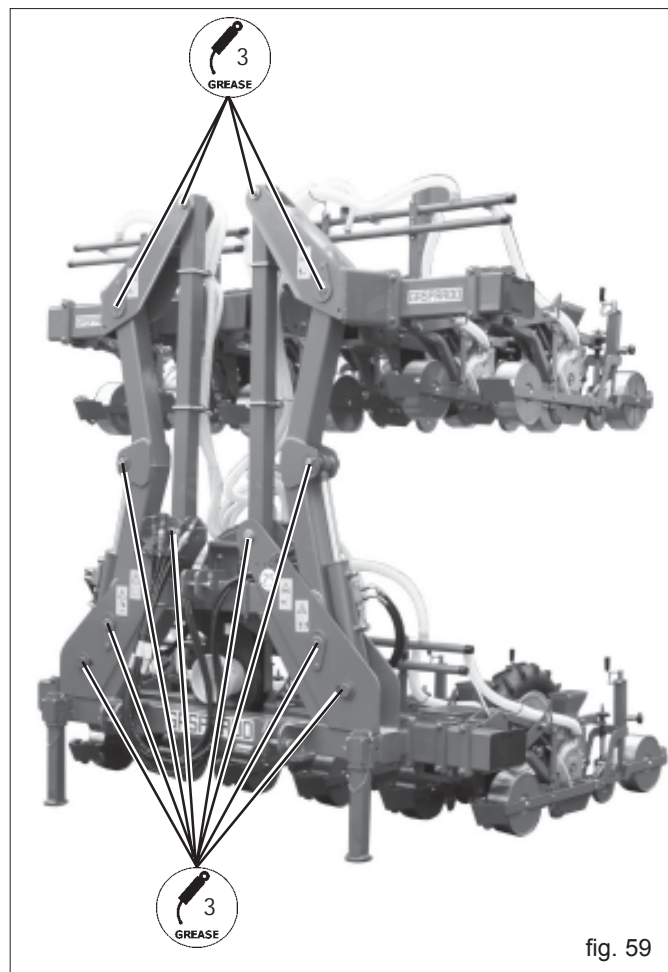

fig. 59
- Graisser les articulations du châssis (3 Fig. 59).